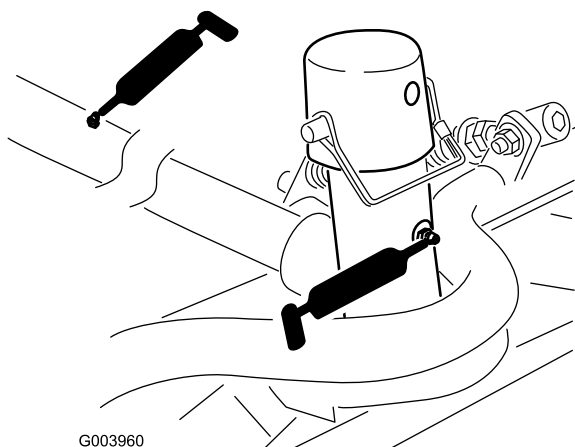

Figure 52
- Bâti porteur de plateau de coupe et pivot (x 2) (Figure 52)